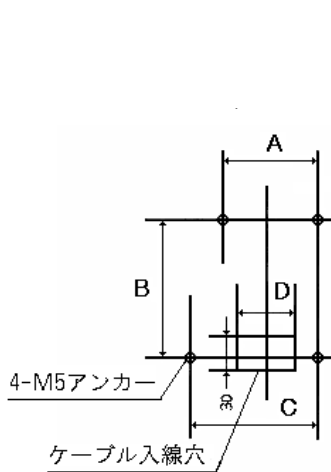

図 7 寸法図
- ①図7及び表3に従って、壁に取付穴及びケーブル入線穴をあけます。ケーブルの入線は本体背面及び下側の2方向からできるようになっています。背面から入線する場合のみ、ケーブル入線穴をあけてください。
- ②すべての取付穴にアンカーを打ち込み、上側2ヶ所の取付穴にボルトを取り付けます。
- ③警報ユニット及び本体右下側の取付穴の真上にあたる指示計ユニットを取り外します。取り付けしたボルトに本体上側の取付穴を引っかけて、下側のボルトを取り付けます。
④ 4ヶ所のボルトを締め付けたら、警報ユニット及び指示計ユニットを元の位置に取り付けてください。(コネクタも元の通り接続してください)